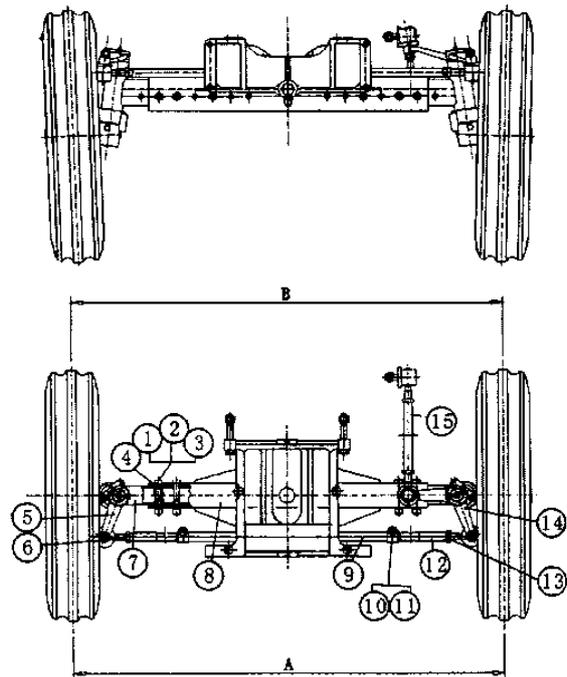

Рис. 6 - 9. Передняя ось
2. Конструкция и регулировка рулевого механизма рейки - шариковой гайки (1) Конституция Рулевой механизм - шариковая гайка - рейка - сектор, состоит из рулевого вала, рулевого винта, рулевой гайки, вал навесного рычага, корпуса рулевого механизма и т. п. (Рис. 6 -